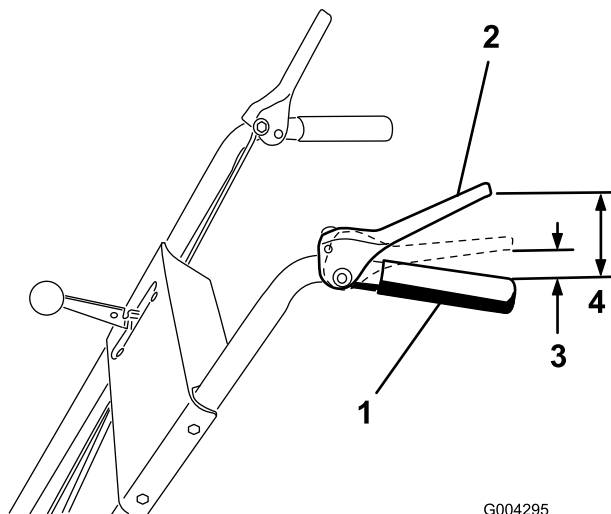

Рисунок 7
2. Установите две гайки с буртиками, перемещая их вверх и вниз по штоку привода так, чтобы расстояние между верхом ручки для захвата и нижней частью рычага управления приводом составляло около 11,4 см, как показано на рисунке Рисунок 7.
4. С помощью рычага переключения скоростей (Рисунок 7) включите третью скорость.
назад, когда расстояние между верхом ручки для захвата и нижней частью рычага управления приводом составляет от 2,5 до 5 см, как показано на рисунке Рисунок 7.